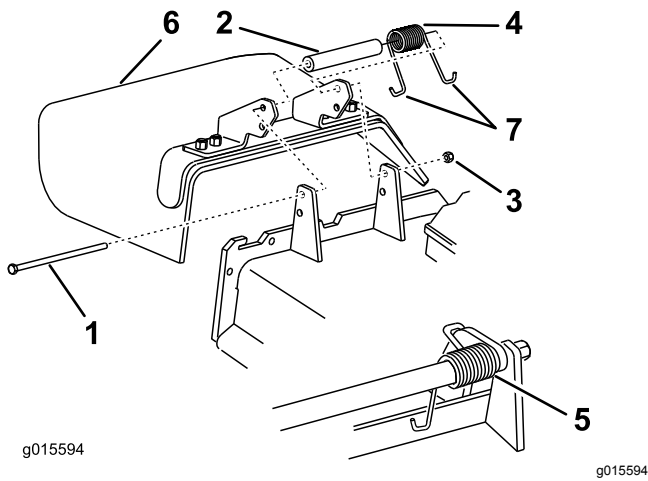

Figura 121
1. Retire la contratuerca, el perno, el muelle y el espaciador que sujetan el deflector a los soportes de pivote (Figura 121).
2. Retire el deflector de hierba dañado o desgastado (Figura 121).
Nota: Asegúrese de colocar un extremo en J del muelle detrás del reborde de la carcasa antes de instalar el perno, como se muestra en la Figura 121.
- Coloque un extremo en J del muelle alrededor del deflector de hierba (Figura 121).